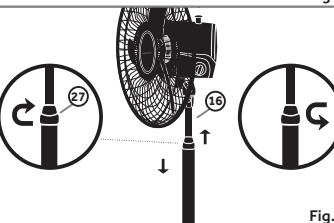

Fig.16
Para regular a altura da coluna afrouxe a porca de regulagem (27) e escolha a altura desejada. Segure firme a coluna A (16) e aperte a porca de regulagem (27). Fig.16.